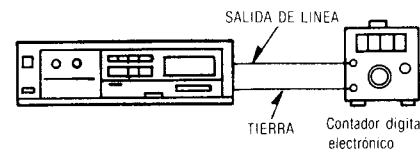

Fig. 7
- La conexión del equipo de prueba se muestra en Fig. 7.